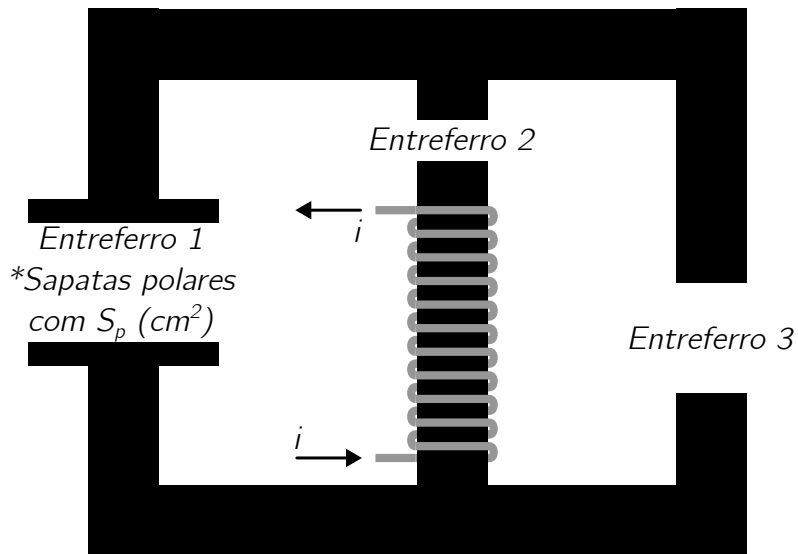

Figura 1: Circuito magnético da segunda questão.
- ② No circuito magnético ilustrado na Figura 1, a queda na força magnetizante no núcleo ferromagnético é considerada desprezível. O dispositivo possui uma bobina com 800 espiras, percorrida por uma corrente de excitação em Corrente Contínua (CC) de 0,20 A ( $i$ ). Além disso, o circuito inclui três entreferros cujos comprimentos médios são tais que  $x_1 = 4 \text{ cm}$  e  $x_1 = x_2/2 = x_3$ . A área da seção transversal considerada para este problema é de  $10 \text{ cm}^2$ , exceto nas sapatas polares do equipamento (entreferro 1), onde a área deve ser assumida como  $30 \text{ cm}^2$  ( $S_p$ ). Por fim, fluxos dispersos, espraçamento (*fringing*) e a saturação magnética são desconsiderados.